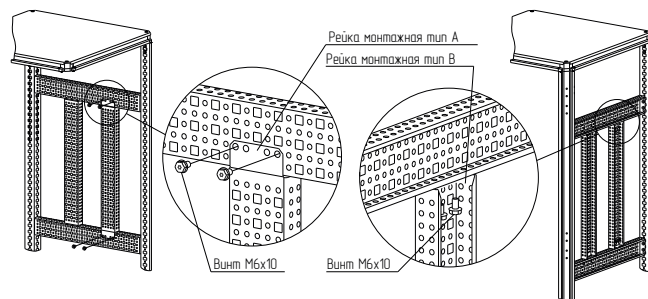

Рисунок 16
4.6.3.2 Закрепить рейку монтажную по вертикали винтами с самонарезающей резьбой М6×10 (рисунок 16). Момент затяжки – 7 Н·м.